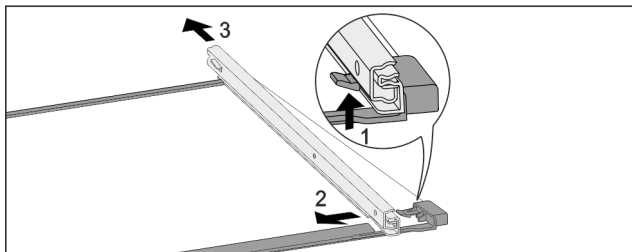

Fig. 107 Skleněná deska s kolejničkami
- Přední aretační háček zatlačte nahoru. Fig. 107 (1)
- Výsuvnou kolejničku vysuňte stranou Fig. 107 (2) a dozadu Fig. 107 (3).